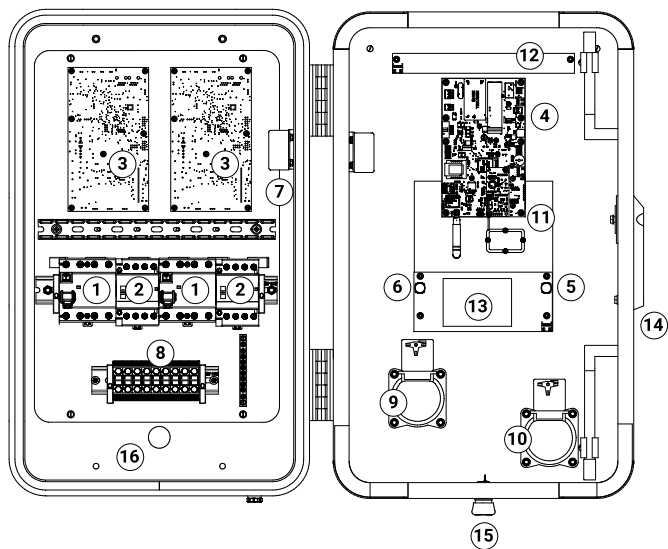

Рисунок 2. Внутреннее устройство зарядной станции
Внутреннее устройство зарядной станции состоит из следующих блоков (см. Рисунок 2). Колодка подключения двух отдельных силовых вводов (8) с гермовводами (16). Защитные дифференциальные автоматы с контакторами (1) и (2). Силовые платы (3) для каждой розетки (9) и (10). Датчик открывания двери (7), сигнализирующий о несанкционированном открытии устройства. На плате логотипа (13) размещены две кнопки: правая белая (5) для программирования «белых» ключей правой розетки (10) и синяя левая – (6) для программирования «синих» ключей левой розетки (9).